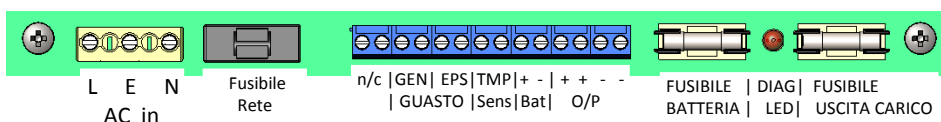

Figura 5 – Nome terminali
- 14) Collegare il sensore di temperatura della batteria (due fili bianchi) ai terminali TMP Sens sulla scheda. Vedere la Figura 5.
- 15) Se le batterie sono alloggiata in remoto, sostituire il gruppo di cavi dedicati alla batteria (incluso il sensore di temperatura della batteria) con un gruppo di lunghezza estesa, fornito con la scatola della batteria (assicurarsi che il sensore di temperatura e le connessioni della batteria siano realizzati in base alla figura 5).